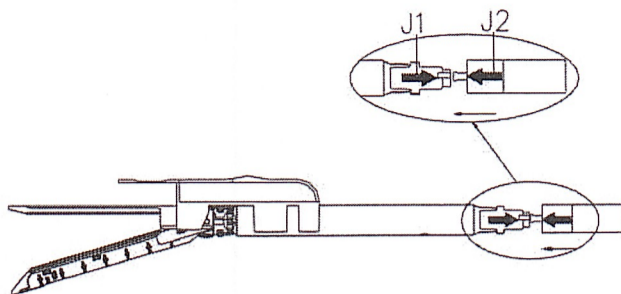

Fig.6
1.3. Para cargar la grapadora con la recarga adecuada, inserte el perno ubicado en el extremo distal del eje del instrumento dentro de la recarga. Asegúrese de que la flecha indicadora de alineación LOAD (J1) de la recarga esté alineada con la flecha indicadora de alineación LOAD (J2) del eje (Fig. 6). Empuje la recarga hacia adentro y, simultáneamente, gírela 45°